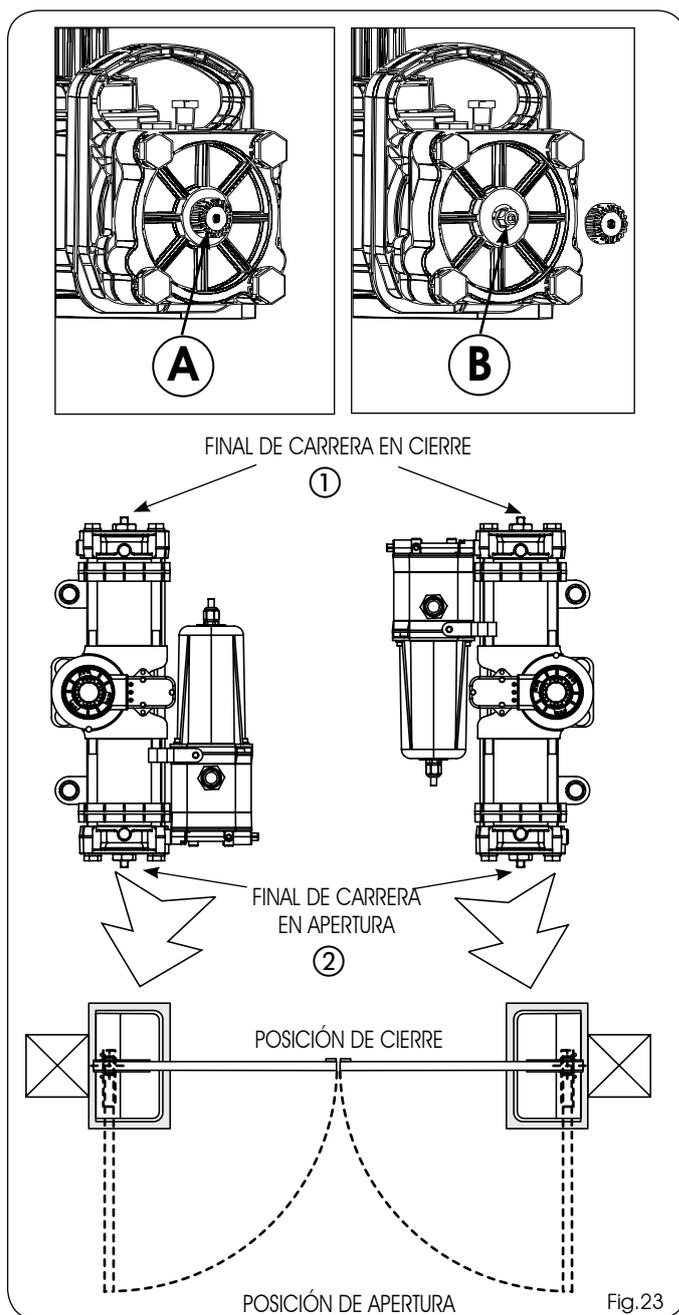

Fig.23
- 3) Destornille el tapón (Fig.23 ref. A) del tornillo de final de carrera en cierre (Fig.23 ref. ①)
- 5) Atornille el tapón (Fig.23 ref.A) del tornillo de final de carrera.
- 7) Destornille el tapón (Fig.23 ref.A) del tornillo de final de carrera de apertura (Fig.23 ref. ②).
- 8) DESTORNILLE el tornillo (Fig.23 ref.B) de final de carrera en apertura (Fig.23 ref. ②), hasta que la hoja dé señales de movimiento.